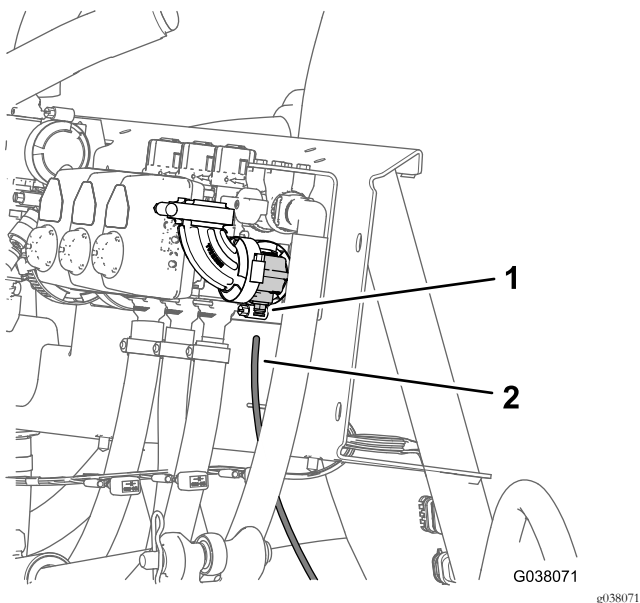

Bild 124
1. Fluchten Sie das Ende des Druckmessschlauches (Kunststoff) für das Druckmanometer im Armaturenbrett mit dem arretierenden Stelling der Schlauchkupplung aus (Bild 124).
2. Setzen Sie den Messschlauch in den arretierenden Stellring ein, bis er fest sitzt (Bild 124).